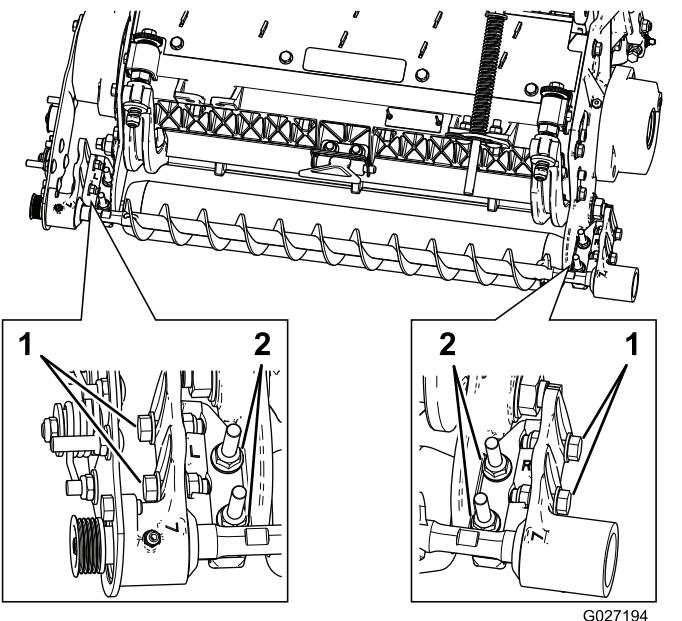

图 13
- 松开将滚筒刷安装支架固定到滚刀组侧板上的 2 个凸缘锁紧螺母 图 13。
- B. 旋转滚筒刷轴承座直到滚筒刷侧板与滚刀组侧板保持平行 图 13。
- C. 拧紧将滚筒刷安装支架固定到滚刀组侧板上的 2 个凸缘锁紧螺母 图 13。
1. 松开将每个滚筒刷轴承座固定到滚筒刷安装支架上的 2 个螺栓 图 13。